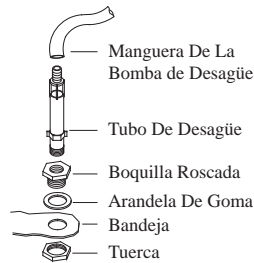

Fig. 2
• **Instale el montaje de desagüe.** Quite la tuerca y pase la boquilla por el agujero de la bandeja, colocando la arandela de goma entre la bandeja y la cabeza de la boquilla (véase fig. 2). Coloque la tuerca en la boquilla y atorníllela hasta que quede apretada contra la parte inferior de la bandeja. Inserte el tubo de desagüe en la boquilla para retener el agua. El tubo de desagüe viene de la fábrica conectado a la manguera de la bomba de desagüe. El tubo de desagüe se puede quitar para desaguar el agua de la bandeja cuando sea necesario. Se puede conectar una manguera de jardín a la boquilla para desaguar el agua hacia otra parte.